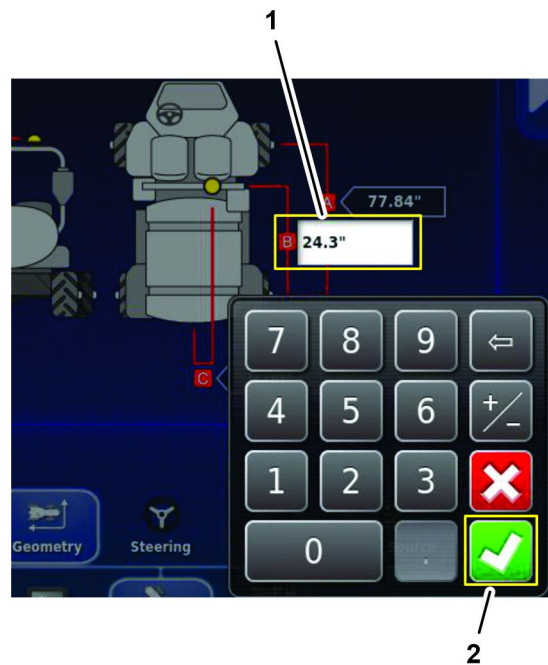

Figura 190
2. Premete l'icona Linea centrale degli assali posteriori e centro del ricevitore satellitare (B), utilizzate il tastierino sullo schermo per inserire la misurazione registrata nel modulo di geometria del veicolo di Misurazione della geometria del veicolo \(pagina 86\) e premete l'icona Conferma (Figura 190).